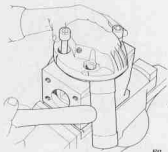

Fig 161. Demontering av lock.
3. Ta bort locket 14, se fig 161. OBS! Bänd inte isär hussektionerna med axel och verktyg, de maskinbearbetade ytorna kan lätt skadas.